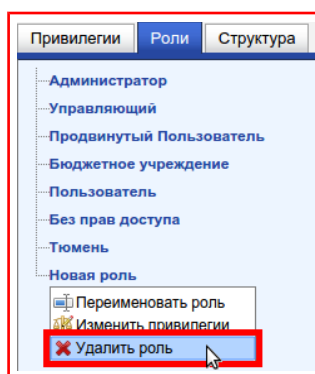

Рисунок 9.10 — Меню роли «Удалить роль»
- 2) В появившемся меню выбрать **«Удалить роль»**, рисунок 9.10;